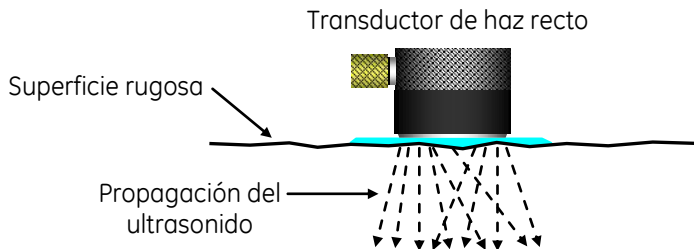

Figura No. 71: Superficie rugosa que produce dispersión del ultrasonido
1. Condición superficial — La rugosidad superficial y las superficies que tengan pintura mal adherida, óxido o corrosión pueden alterar los resultados de la inspección y pueden evitar que se realice una inspección completa debido a que se produzca dispersión del ultrasonido (figura No. 71) o por que exista un mal acoplamiento, lo que puede causar: